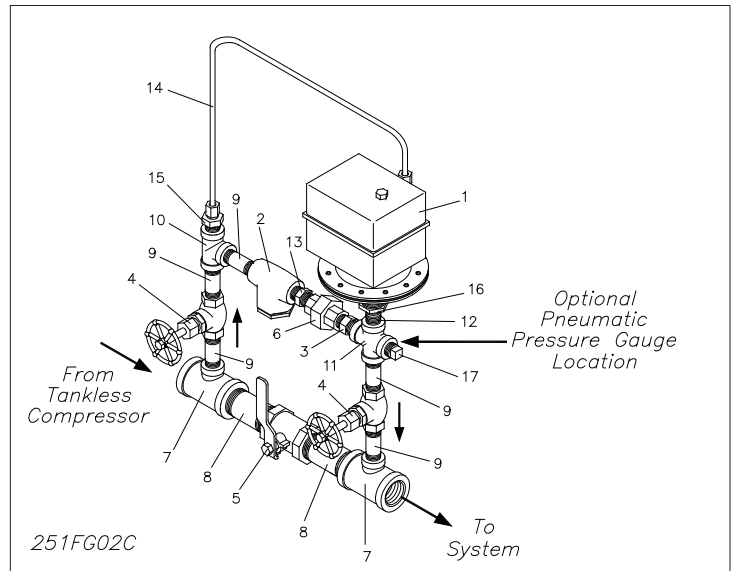

Figur 1
• Model A-2 Automatisk tryckhållningsutrustning (se Figur 1)
Grundläggande funktion för ingående komponenter (se i Figur 1): Silarnas (komponent 2) funktion är att förhindra eventuellt förekommande material i luftförsörjning från att komma in i regulatorn (1) och i backventilen (3), så att deras funktion säkerställs. Backventilens uppgift är att hindra återströmning av vatten, i samband med en aktivering av en torrörsventil eller en delugeventil, till regulatorn. Kägelveilerna (4) medger (eventuellt nödvändigt) underhåll på silen (2) och regulatorn (1) utan att man behöver ta sprinklersystemet ur drift. För korrekt funktion måste kulventilen (5) vara stängd och kägelventilerna (4) vara öppna.
Tryckregulatorn (1) är fabriksinställd för att hålla ett nominellt systemtryck för luft eller kvävgas på 2,1 bar. För att ändra på utgångstrycket skall låsmuttern på regulatorns ovansida först lossas och därefter skall justeringskruven vridas medsols för att öka trycket. För att minska trycket skall justeringskruven vridas motsols. Det tryck som erhålles kan avläsas via sprinklersystemets luftmanometer så snart flödet av luft genom utrustningen har upphört, alternativt via den möjliga manometerplacering som visas i Figur 1.
- a. Kontrollera att luftflödet genom tryckhållningsutrustningen sker på det sätt som visas via pilarna i Figur 1, 5, 7, 9, 10 och 12-14.